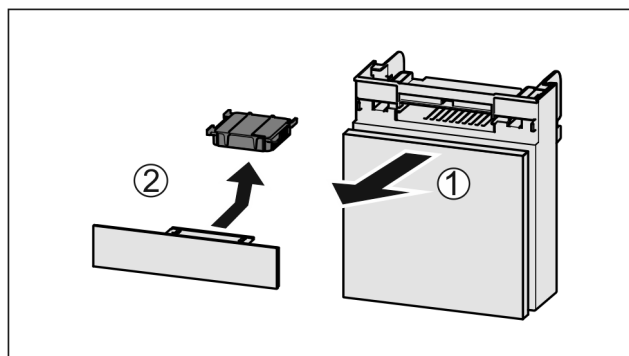

Fig. 102
- Extraire le compartiment par l'avant Fig. 102 (1).
- Sortir le filtre à charbon actif Fig. 102 (2).